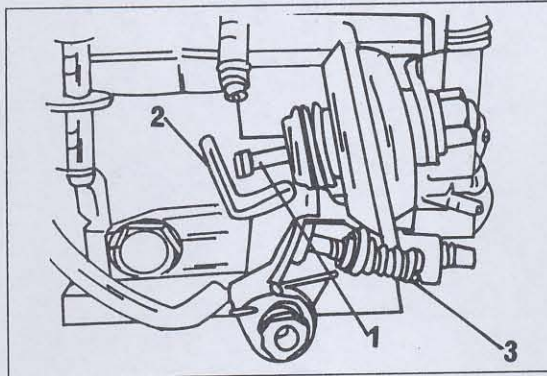

Bild 170
- Den Stößel des Drosselklappendämpfers (1) in Bild 170 mit dem Finger gegen den Anschlag drücken und die Motordrehzahl kontrollieren. Falls der Leerlauf nicht um die 1600/min, mit einer Abweichung von 200/min liegt, die Schraube (3) verstellen. Bei einem in der Schweiz zugelassenen Fahrzeug kann die Schraube bei einem 2,0 Liter-Motor nach Baujahr 1988 mit Farbe plombiert sein, da man sie nicht verstellen sollte.